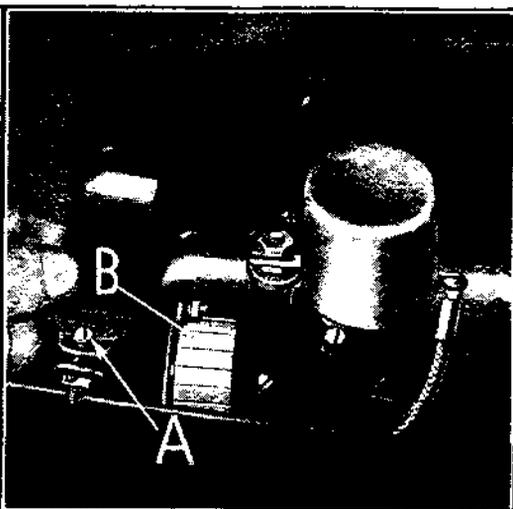

Fig. 511
**1070** — Pour nettoyer le collecteur, desserrer le boulon de la bande de fermeture de la flasque. (Voir A, fig. 511.) Pendant que le moteur tourne, appuyer un morceau de papier de verre fin (N° 00) contre le collecteur B jusqu'à ce que celui-ci soit propre et poli.